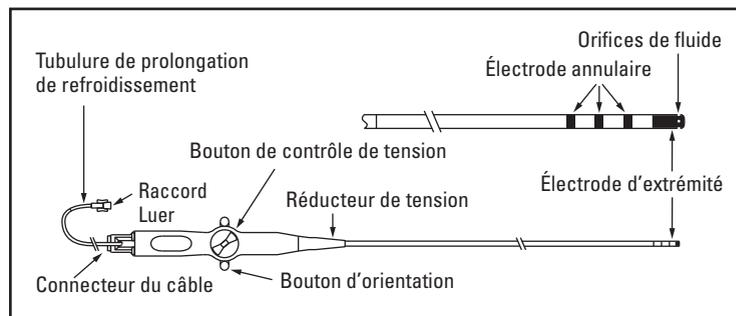

Figure 1. Cathéter à irrigation ouverte IntellaNav
Le cathéter d'ablation à irrigation ouverte IntellaNav (appelé ci-après le cathéter à irrigation ouverte IntellaNav) est un cathéter d'ablation à irrigation ouverte quadripolaire de 7,5 F (2,5 mm) conçu pour fournir de l'énergie de radiofréquence (RF) à l'électrode d'extrémité du cathéter de 4 mm pour l'ablation cardiaque. Le cathéter à irrigation ouverte IntellaNav contient un capteur de position pour le suivi magnétique et la navigation du cathéter sur le système de cartographie Rhythmia™. La figure 1 illustre le cathéter à irrigation ouverte IntellaNav.